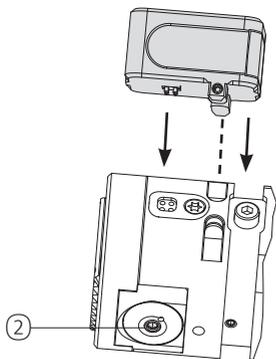
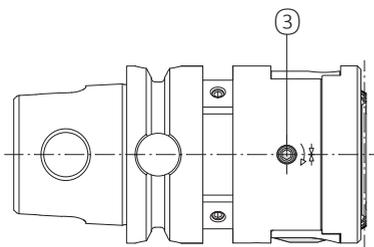

Fig. 1
Fig. 3
Siga a seqüência para definir o diâmetro, conforme exibido abaixo: (Figs. 1, 2 e 3):
2. Fixe a unidade de exibição às ranhuras de fixação fornecidas na ferramenta (posicionando de acordo com os pontos de contato, Fig. 1)
3. Ligue o módulo de leitura digital operando o botão "ON/Reset" (Ligar/redefinir) ①. O último valor de incremento exibido será exibido no visor quando ele for ligado. O desligamento automático ocorre 30 segundos após o término do procedimento de configuração. O período máximo de ativação é de 120 segundos.
4. Solte o pino de fixação com rosca ③ (Fig. 3).
6. Aperte o pino de fixação com rosca ③ (Fig. 3) (torque de aperto 3 Nm [26,55 pol. lbs.]